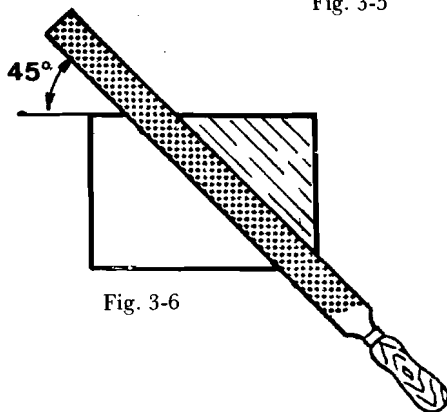

Fig. 3-6
3.1. 1.ª parte.—Colocar la lima cerca de un vértice de la pieza (fig. 3.6) y limar desplazándola hasta aproximarse al otro extremo.